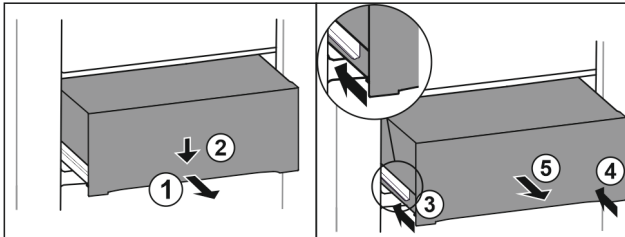

Fig. 102
- Schubfach halb herausziehen. *Fig. 102 (1)*
- Schubfach an der Vorderseite nach unten drücken. *Fig. 102 (2)*
- Linke Schiene etwa 2 cm einschieben. *Fig. 102 (3)*
- Rechte Schiene etwa 2 cm einschieben. *Fig. 102 (4)*
- Schubfach nach vorne entnehmen. *Fig. 102 (5)*